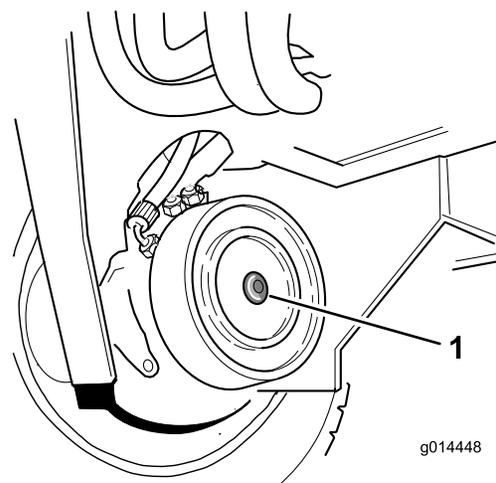

Figura 39
2. Identifique o conjunto de travões de disco do motor da roda da frente do lado direito e retire o tampão hexagonal (Figura 39).